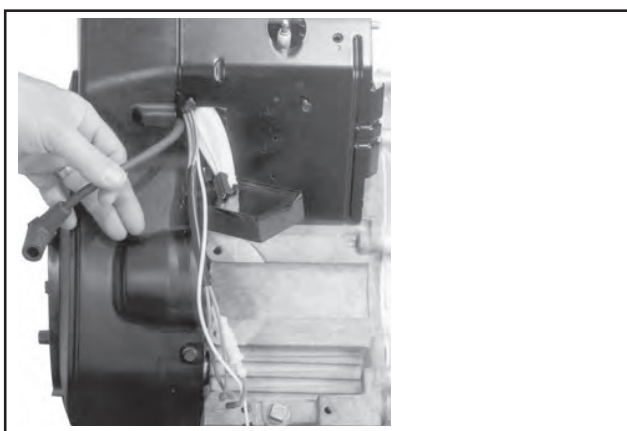

Abbildung 11-63. Verlegung Verkabelung und Kabel.
3. Die äußeren Bleche positionieren, und beginnen, die Montageschrauben anzuschrauben. Die beiden Schrauben M6 werden in der Rückseite der Zylinder angeschraubt. Die kurzen Schrauben M5 werden in die unteren Bohrungen in der Nähe des Lüftergehäuses befestigt. Die kurze Schraube auf der Seite des Ölfilters wird darüber hinaus für die Montage der Kabelklemme benutzt. Sicherstellen, dass die Verkabelungen oder die Kabel über die korrekten Verläufe oder Vertiefungen verlegt wurden, damit sie nicht zwischen dem Lüftergehäuse und den Blechen eingeklemmt werden. Siehe Abbildung 11-63.